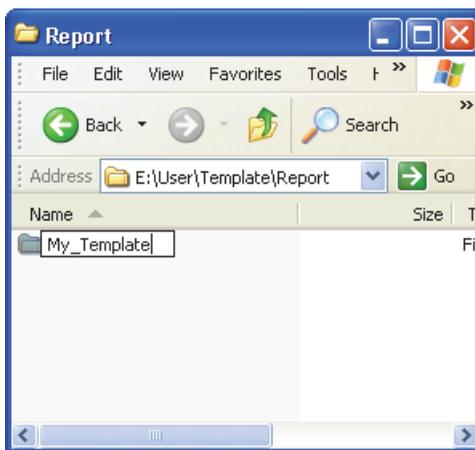

Abbildung 7-5 Pfad zum anwendungsspezifischen Berichtordner
4. Benennen Sie den Ordner \User\Template\Report\Complete, den Sie soeben kopiert haben beliebig um (im Beispiel in Abbildung 7-5 auf Seite 211 umbenannt auf My_Template).